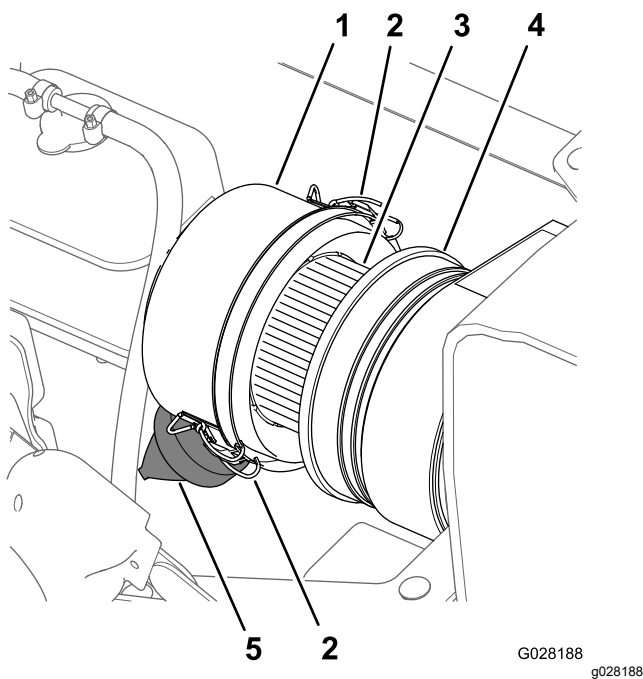
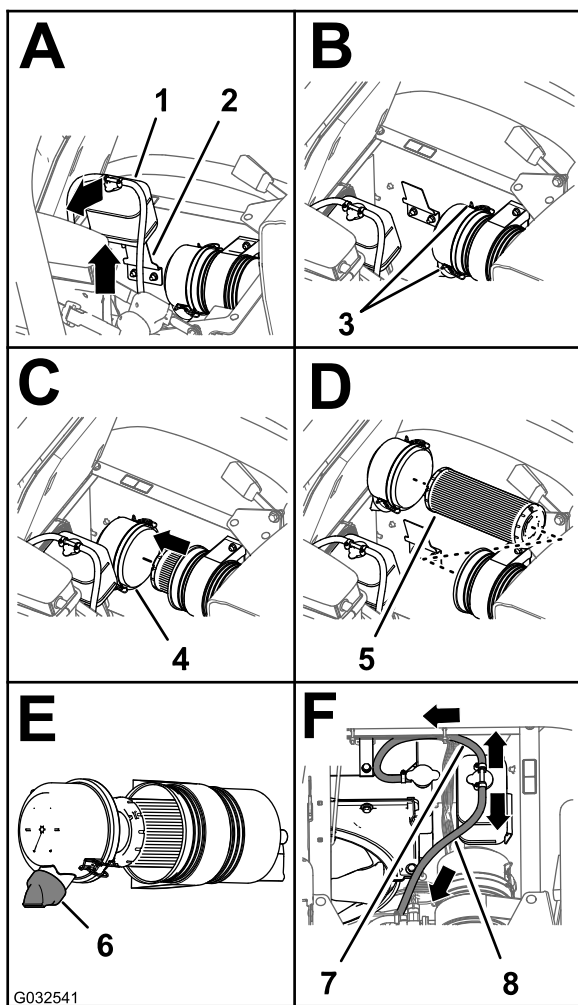

Figura 76
Figura 77
3. Limpie el tapón guardapolvo y el cuerpo del limpiador de aire (Figura 76).
5. Apriete la válvula de polvo para limpiarla de suciedad, polvo y residuos (Figura 76).
7. Compruebe si el elemento del filtro de aire tiene una acumulación excesiva de suciedad, polvo y residuos (Figura 76).
8. Instale el tapón guardapolvo en el cuerpo del limpiador de aire, y sujete el tapón con los 2 enganches (Figura 76).
2. Limpie el tapón guardapolvo y el cuerpo del limpiador de aire (Figura 76).
3. Levante el depósito de expansión del refrigerante y retírelo del soporte del depósito (Figura 77).
4. Inspeccione la carcasa del limpiador de aire en busca de daños que pudieran causar una fuga de aire (Figura 76).
4. Abra los dos enganches que sujetan el tapón guardapolvo a la carcasa del limpiador de aire (Figura 77).
6. Limpie el interior del tapón guardapolvo, la carcasa del limpiador de aire y la válvula de polvo con un trapo húmedo (Figura 76 y Figura 77).
7. Instale el elemento del filtro de aire en la carcasa del limpiador de aire (Figura 77).
8. Instale la tapa sobre el cuerpo del limpiador de aire y sujétela con los 2 enganches (Figura 77).
Nota: Asegúrese de que la válvula de polvo está alineada a una posición entre las 5 y las 7, vista desde el extremo (Figura 77).
9. Alinee el depósito de expansión del refrigerante con el soporte del depósito y coloque el depósito firmemente (Figura 77).
Importante: Asegúrese de que la manguera de alivio de presión está enrutada hacia delante y hacia abajo, y que la manguera de ventilación está enrutada hacia atrás, como se muestra en la Figura 77.